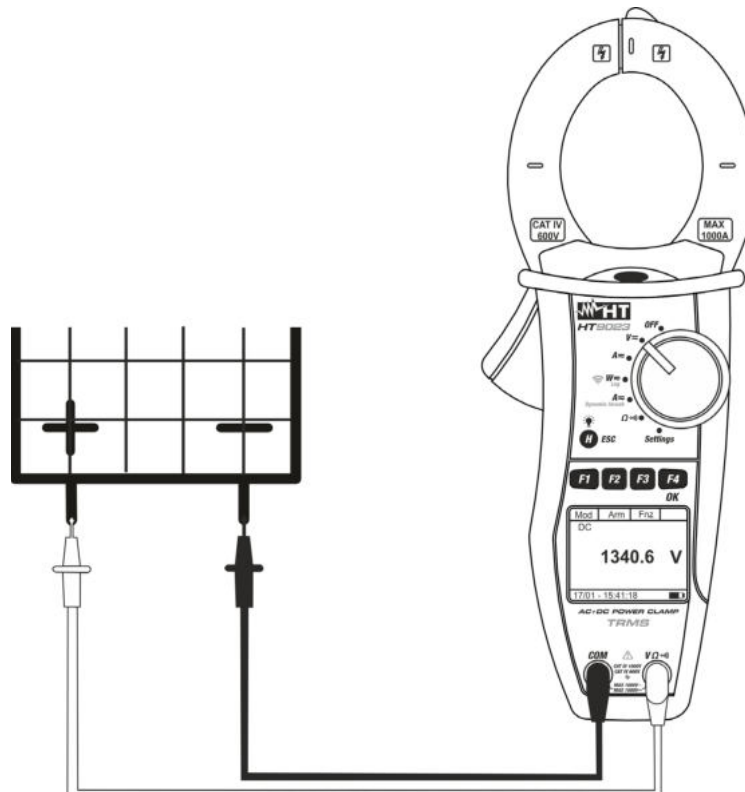

Fig. 5: Misura di Tensione DC
4. Inserire il cavo rosso nel terminale di ingresso **VΩⓂ** e il cavo nero nel terminale di ingresso **COM** e posizionare i puntali nei punti desiderati (vedere Fig. 5)